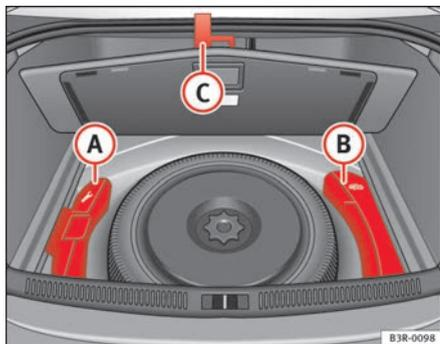

Fig. 175 Boîte à outils et cric
L'outillage de bord (A) et le cric (B) ⇒ fig. 175 se trouvent sous le couvercle de plancher du coffre à bagages.
- Accrochez la poignée (C) au niveau du joint du coffre à bagages.